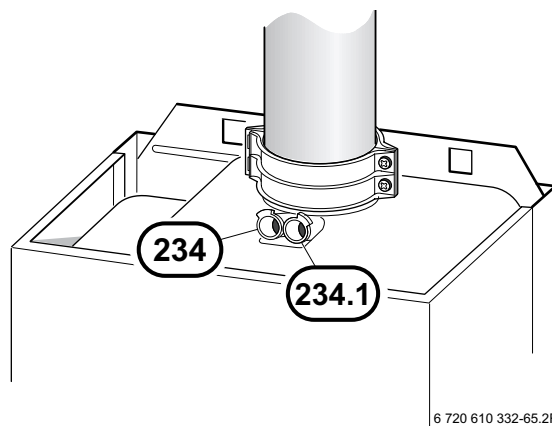

Fig. 73
- Rimuovere il tappo della presa di analisi aria comburente (234.1), (Fig. 73).
- ▶ Rimuovere il tappo della presa di analisi combustione gas (234), (Fig. 73).
- ▶ Riapplicare il tappo di chiusura alla presa di analisi (234).